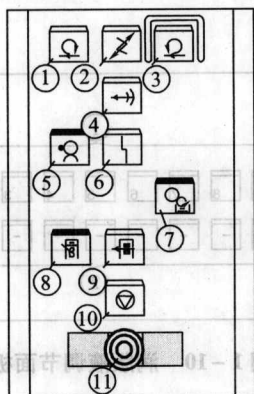

图 1-5 上光单元操作面板
上光单元操作面板如图 1-5 所示，各按键的功能与作用如下：①—正点按键；②—安全开关按键；③—反点按键；④—爬行速度按键；⑤—上光辊合/合键；⑥—故障显示键；⑦—上光辊停止转动；⑧—合压按键；⑨—生产按键；⑩—停止按键；⑪—紧急停机键。